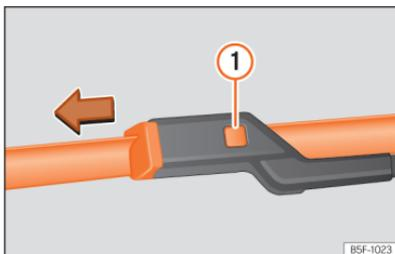

Fig. 161 Substituição das escovas do limpa para-brisas.
- Mantenha pressionado o botão de desbloqueio » » » Fig. 161 ① puxando ligeiramente pela escova no sentido da seta.